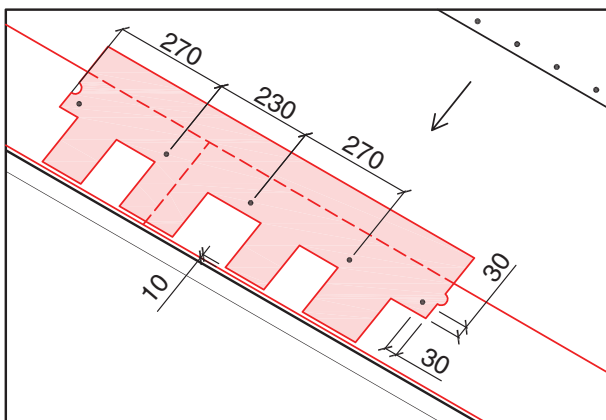

Рис. 10
1.6.2. Монтаж черепицы прямоугольной формы ICOPAL Plano Claro выполняется таким образом, чтобы центральная часть широкого лепестка верхнего ряда перекрывала стыки креплений черепицы нижнего ряда. Другие лепестки должны закрывать места креплений черепицы нижнего ряда (Рис. 10, 11).